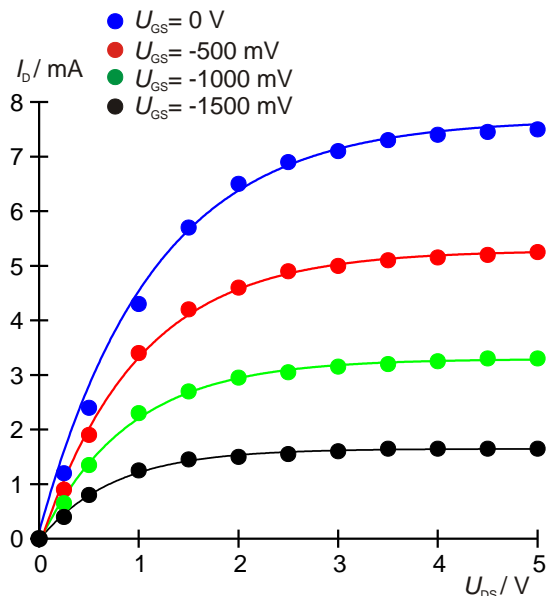

Fig. 5: Caractéristiques du transistor à effet de champ pour différentes tensions Gate.
- Représentez les valeurs de mesure pour les différentes tensions Gate sous forme graphique dans un diagramme  $I_D - U_{DS}$  (Fig. 5)